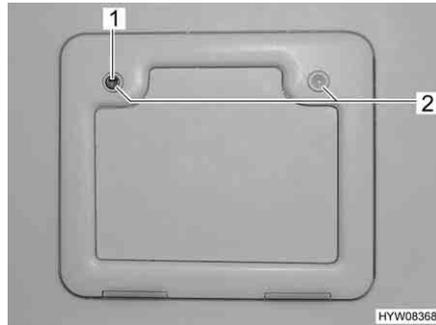

Fig. 10 Trampilla exterior del cassette Thetford
- Introducir la llave en el cilindro de cierre del cierre a presión (Fig. 10,1) y girarla un cuarto de vuelta.
- Presionar ambos cierres a presión (Fig. 10,2) al mismo tiempo con el pulgar y abrir la trampilla exterior.
- Introducir la llave en el cilindro de cierre (Fig. 10,1) y girarla un cuarto de vuelta.